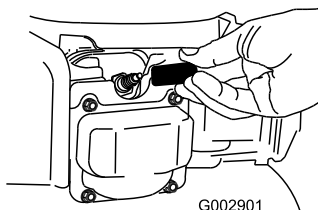

Figura 35
2. Staccate il cappellotto dalla candela (Figura 35) prima di eseguire interventi di manutenzione.